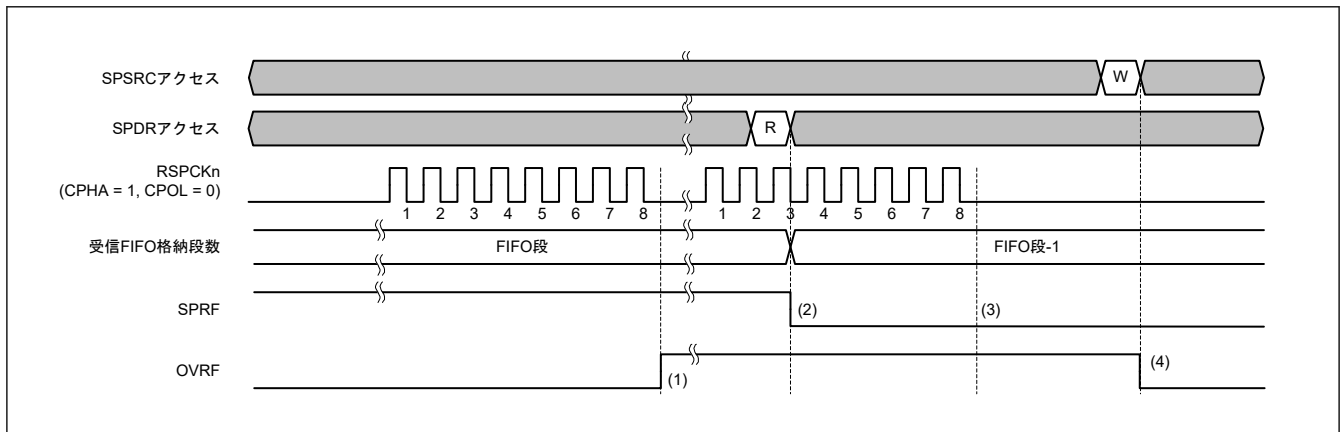

図 30.47 OVRF フラグおよび SPRF フラグの動作例
図 30.47 に OVRF フラグと SPRF フラグの動作例を示します。図 30.47 に記載した SPSRC アクセスと SPDR アクセスは、それぞれ SPSRC レジスタと SPDR レジスタへのアクセス状況を示しています。W は書き込みサイクル、R は読み出しサイクルを示しています。この例では、SPCMDm.CPHA ビットが 1、SPCMDm.CPOL ビットが
以下に、図 30.47 の (1) ~ (4) に示したタイミングでのフラグの動作内容を説明します。